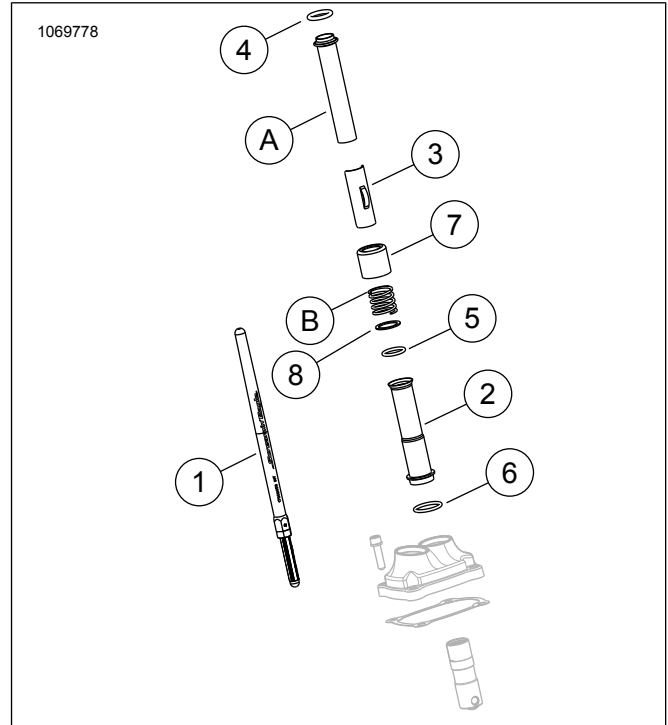
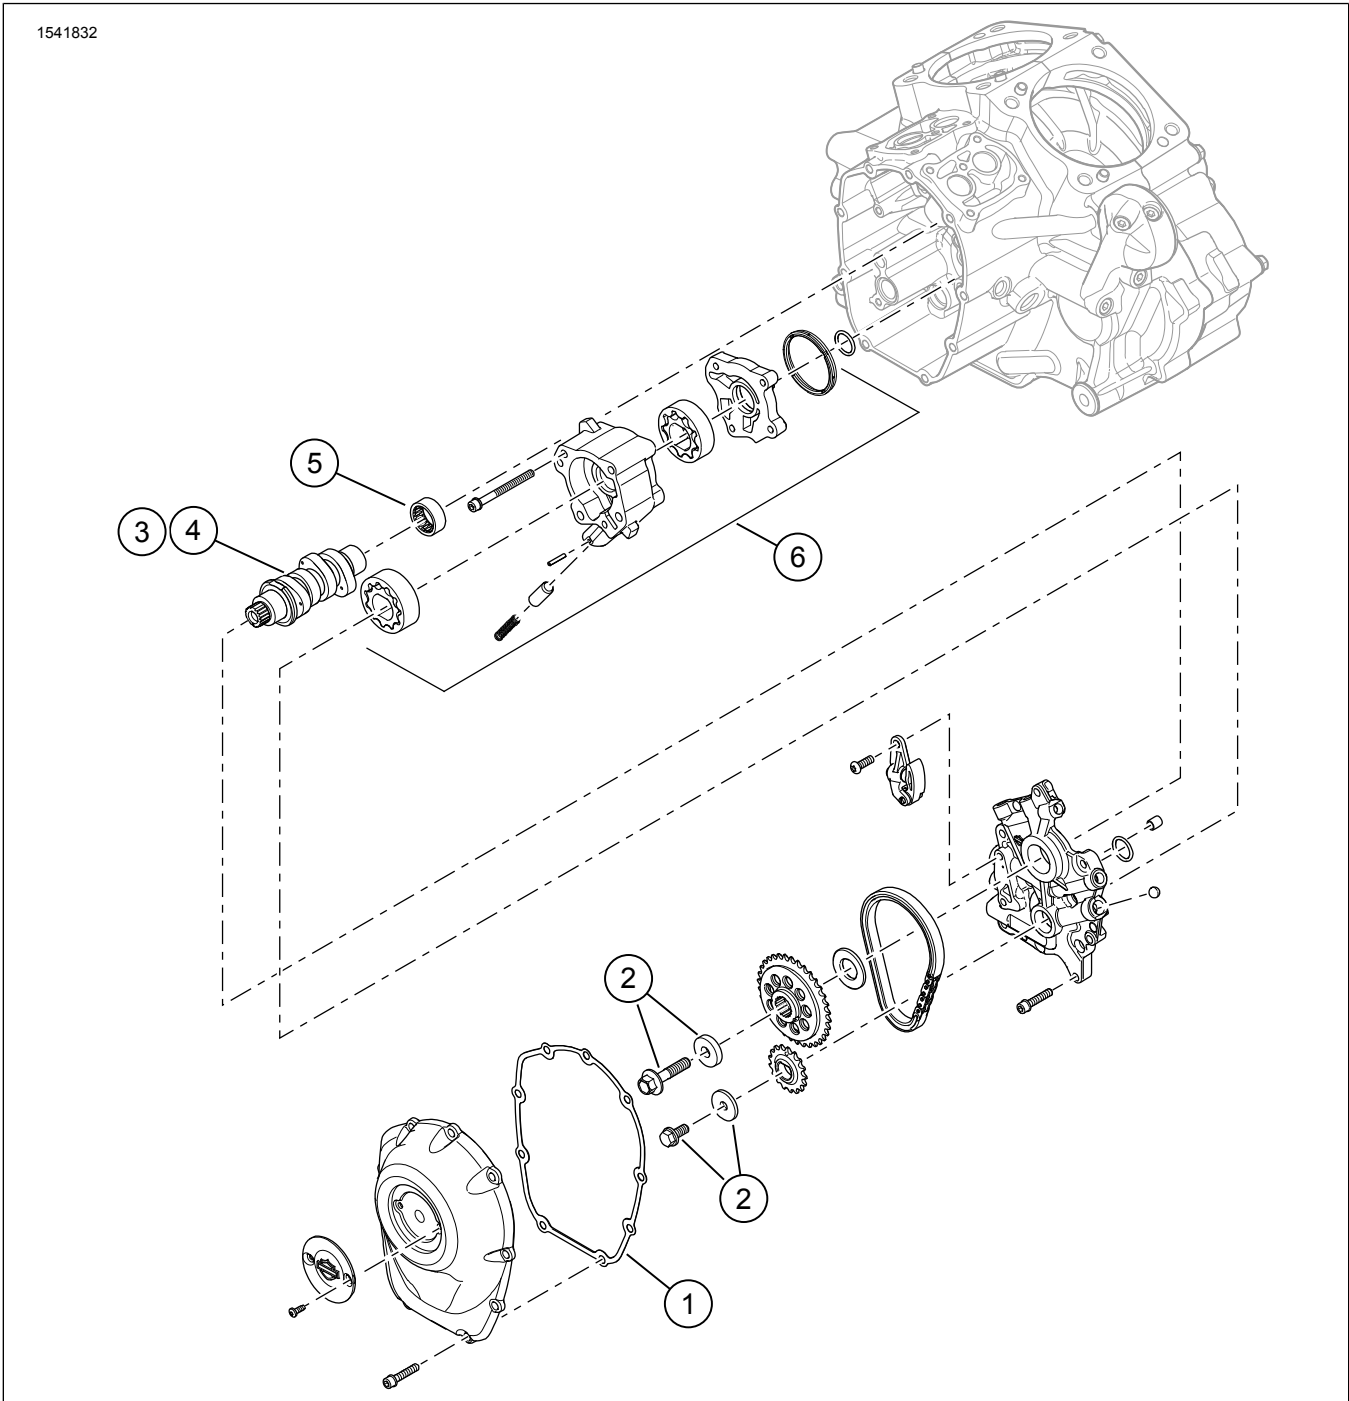

Figure 3. Mga Pamalit na Piyesa
Figure 4. Mga Pamalit na Piyesa: Screamin' Eagle Milwaukee-eight Stage 2 Kit
Tingnan ang Figure 3 hanggang Figure 4 , at Talahanayan 2 hanggang Talahanayan 3 .
1. Figure 4 Ikabit ang pump ng langis. Sumangguni sa MAKINA sa manwal ng serbisyo.